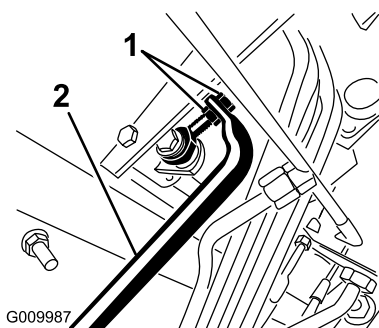

Figure 67
4. Réglez les écrous de blocage à l'extrémité de la tige de la pompe pour avancer le tube de commande et éliminer le déplacement en marche avant ou le reculer et éliminer le déplacement en marche arrière (Figure 67).